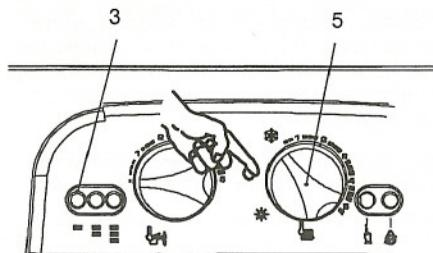

fig. 2.2
- Suministrar fluido eléctrico a la caldera accionando el interruptor bipolar dispuesto en la instalación; El indicador luminoso 3 en fig. 2.2 hace un breve centelleo cada 4 segundos aproximadamente.
- Colocar el conmutador 5 como en la fig. 2.2; el indicador luminoso 3 centellea por intermitencia de aproximadamente dos segundos.